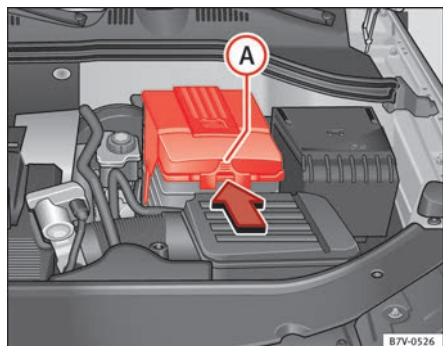

Abb. 173 Im Motorraum:
- *Bei einer Abdeckung:* Drücken Sie auf die Lasche ⇒ Abb. 173 \textcircled{A} in Pfeilrichtung und nehmen Sie die Abdeckung nach oben ab.